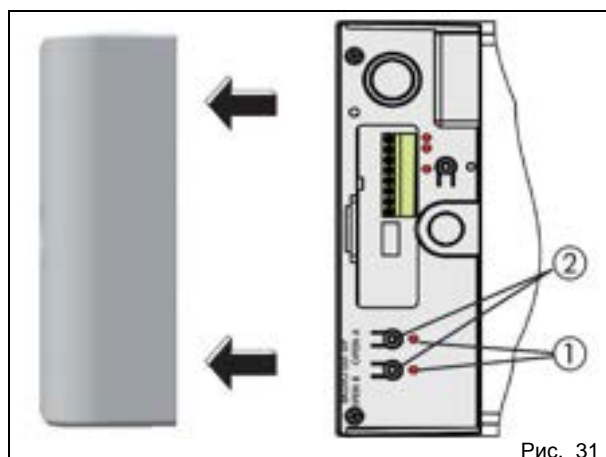

Рис. 31
- 4) Для сохранения в памяти кода для канала OPEN A или OPEN B нажать на 1 секунду соответствующую кнопку (рис. 31, поз. 2).
- 2) Для сохранения в памяти кода для канала OPEN A или OPEN B нажать на 1 секунду соответствующую кнопку (рис. 31, поз. 2).